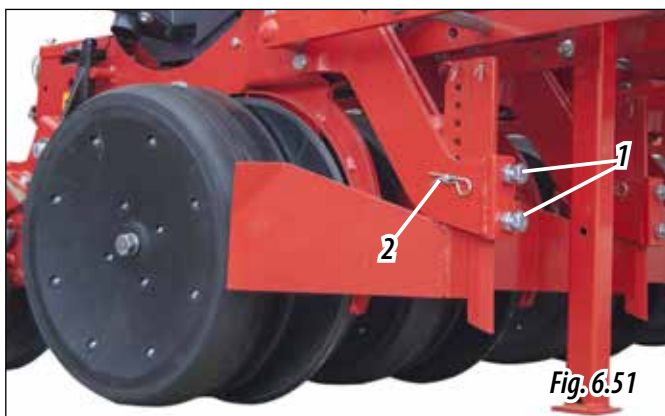

Fig. 6.51
- 1- Slăbiți șuruburile (1, Fig. 6.51), pentru a lăsa libere lama și tasatorul de bulgări.
- 2- Scoateți bolțul și bulonul de fixare pentru tasatorul de bulgări (2, Fig. 6.51).
- 4- Puneți șuruburile și contrapiulițele (1, Fig. 6.51) pentru a fixa elementele.